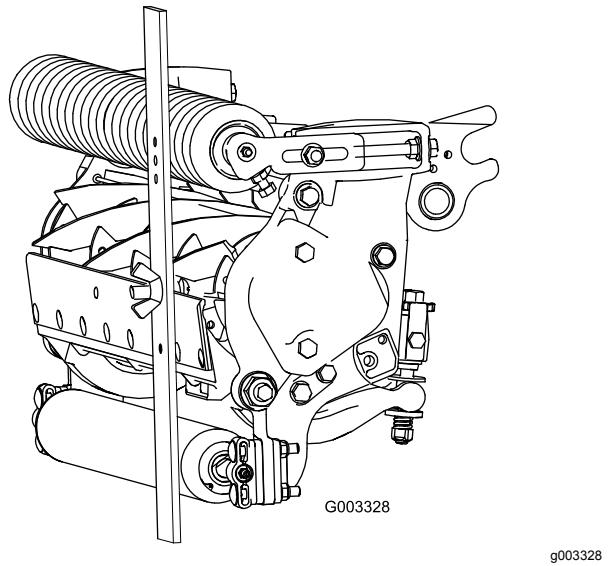

Bild 24
4. Haken Sie den Schraubenkopf an die Schnittkante des Untermessers ein, und stützen Sie das hintere Ende der Leiste auf der Heckrolle ab (Bild 24).
5. Drehen Sie die Einstellschraube, bis die Frontrolle die Messlehre berührt (Bild 24). Stellen Sie beide Enden der Rolle ein, bis die ganze Rolle parallel zum Untermesser ist.